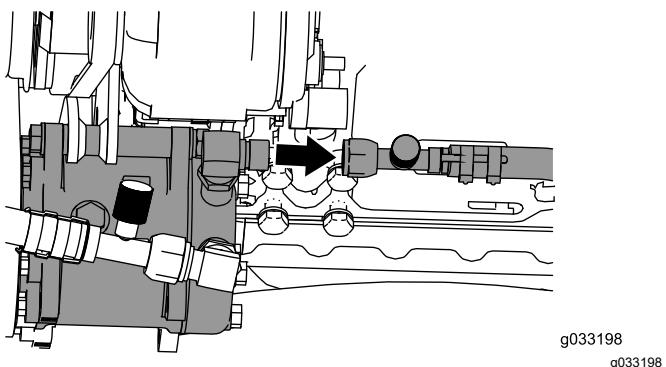

Figura 41
**Nota:** Accertatevi che i raccordi siano montati agli angoli mostrati in Figura 40 e Figura 41.
- Collegate il flessibile di alta pressione dell'aria condizionata ( $\frac{3}{4}$ ") dalla cabina al raccordo ad angolo retto ( $\frac{3}{4}$ "), come illustrato nella Figura 41.